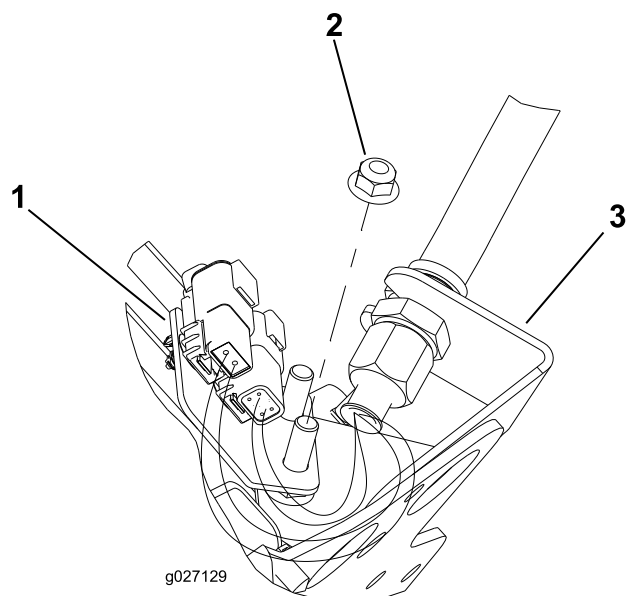
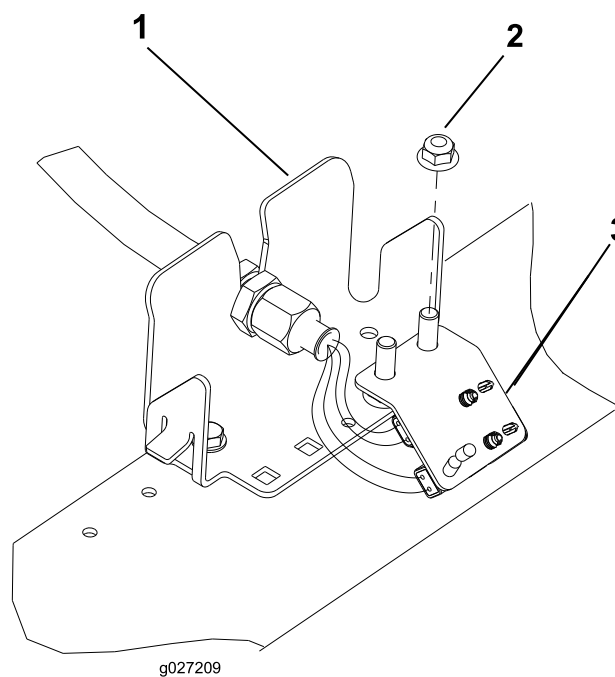

Figure 13
Figure 16
6. Répétez la procédure pour les 4 autres plaques de fixation, comme montré de la Figure 13 à la Figure 16.